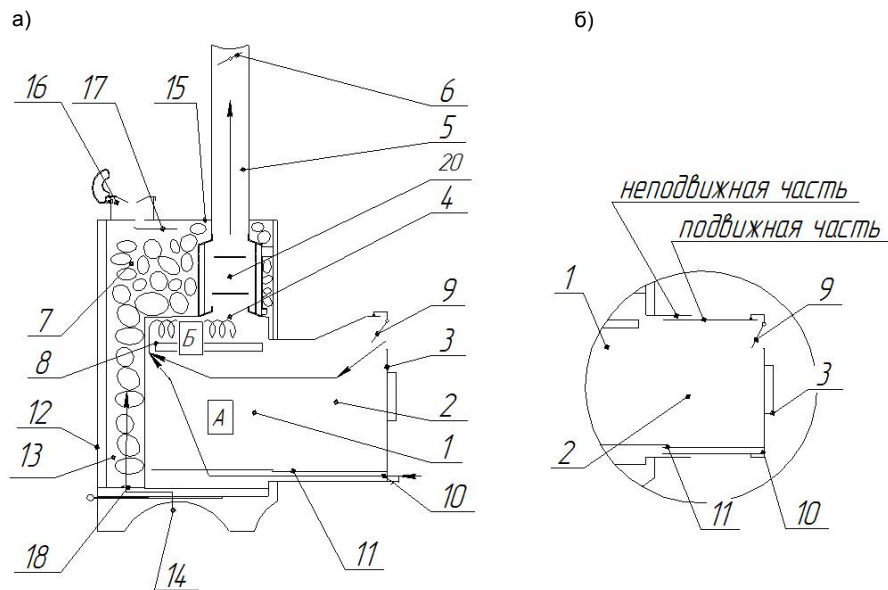
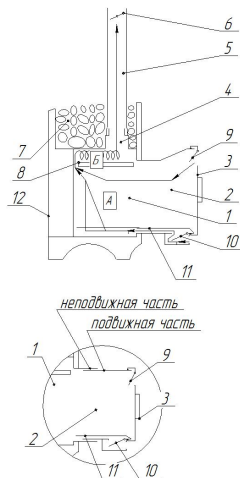

Рисунок 5.1.1. Принципиальные схемы.
Рисунок 5.1.2. Принципиальные схемы.
5.1. Печи для бани (рис. 5.1.1. и рис. 5.1.2. а) включает следующие основные элементы: топка (1), тоннель (2), дверца (3), выходной патрубок (4), дымоотводящий канал (5) с шибером (6) и емкость (7) для камней. В топке (1) смонтирован дымовой зуб-завихритель пламени (8). Основной воздухозаборник (9) с регулируемой заслонкой расположен в верхней части дверцы (3), над экраном. Дополнительный воздухозаборник (10) с регулируемой заслонкой установлен внизу тоннеля (2). Там же смонтирован воздушный канал (11). Топка (1) и каменка (7) имеют общий защитный декоративный кожух (12). Подача воздуха в зону горения и регулирование интенсивности горения осуществляются через основной (9) и дополнительный (10) воздухозаборники. Шибер (6) предназначен для перекрытия дымового канала в неработающей печи.
Предусмотрен вариант исполнения телескопического тоннеля (рис. 5.1.1. б). Во время монтажа печи подвижную часть тоннеля фиксируют в стене и герметизируют.
1. Тоннель (2) проходного сечения выполнен из жаропрочной нержавеющей стали. Предусмотрены два варианта исполнения тоннеля: цельнометаллический (рис. 5.1.1. а) и телескопический (рис. 5.1.1. б). Телескопический тоннель облегчает монтаж печи, однако в такой тоннель можно установить светопрозрачный экран лишь небольшого размера (200x180 мм). В цельнометаллическом тоннеле увеличивают входное окно, следовательно, в него можно установить экран большего размера (340x310 мм). В тоннеле снизу смонтирован дополнительный воздухозаборник, который предназначен для более интенсивного дожига дров в самой нижней части топки на завершающей стадии горения.
- 9.1.** Перед растопкой **откройте** шибер (6) и воздухозаборник(9) и закройте воздухозаборник (10) (см. рис. 5.1.1.)